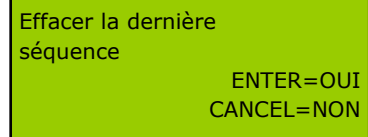

Figure 15.
- Retour jusqu'à la position 0° si la machine ne se trouve pas initialement en cette position. Message écran sur Figure 15.